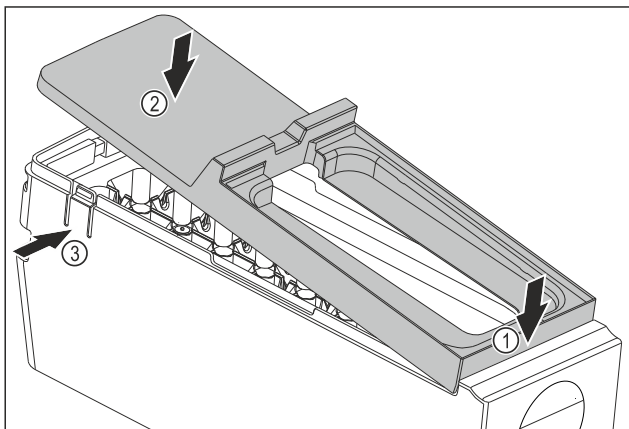

Fig. 81
- ▶ Afdekking van de EasyTwist-Ice-corpus monteren: Afdekking voor bevestigen. Fig. 81 (1)
- ▶ Afdekking achter neerlaten. Fig. 81 (2)
- ▷ Afdekking klikt hoorbaar in beide strips Fig. 81 (3) vast.